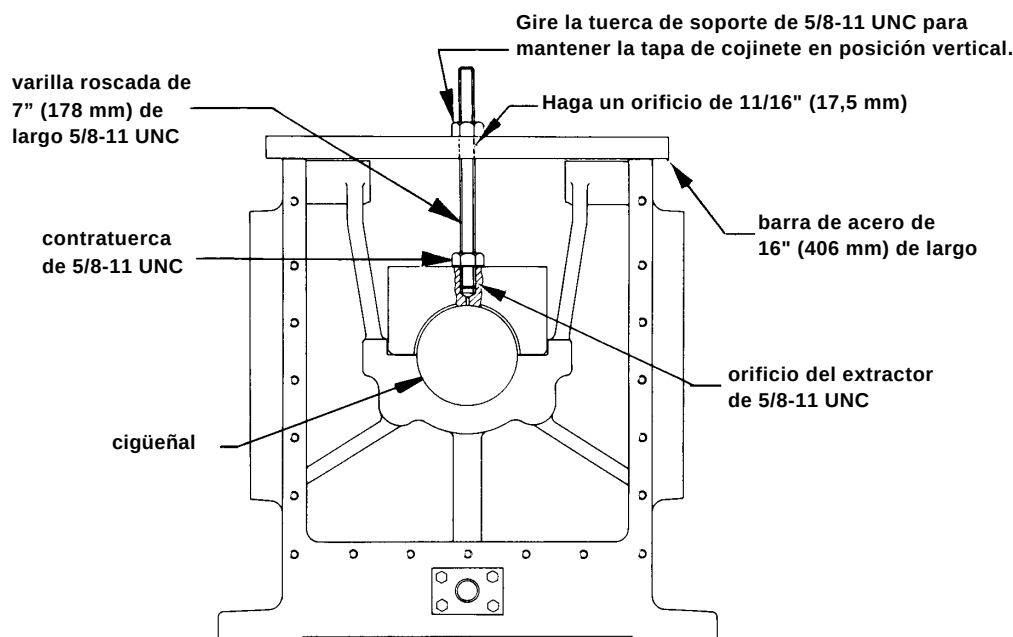

FIGURA 5-5 EXTRACTOR DE TAPAS DE COJINETES
6. Quite los tornillos de las tapas de cojinetes. Saque las tapas verticalmente, en línea recta, para evitar daños al alojamiento de la espiga. Si la tapa está muy ajustada, use un Extractor de Tapas de Cojinetes, según se ilustra en la Figura 5-5.